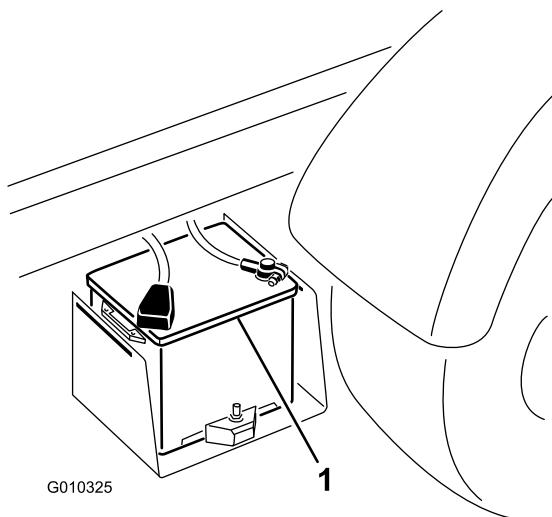

Bild 54
2. Schließen Sie ein Starthilfekabel an die positiven Pole von zwei Batterien an (Bild 54). Der positive Pol kann durch ein + -Zeichen oben auf der Batterieabdeckung gekennzeichnet sein.